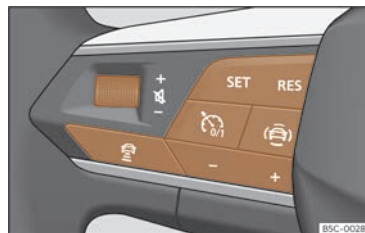

Fig. 131 Al volant multifunció: botons per fer servir l'ACC.
- Premeu la tecla del volant multifunció >>> **fig. 131**.
- Per començar la regulació premeu la tecla **SET >>>** **fig. 131**.
Per programar la velocitat, premeu els botons + o - >>> **fig. 131** fins a la velocitat desitjada. L'ajust de la velocitat es realitza en intervals de 10 km/h (5 mph).
- Premeu la tecla **+** i, a continuació, la tecla + o - >>> **fig. 131**.
- Premeu breument la tecla **RES** >>> **fig. 131** o trepitgeu el pedal del fre.